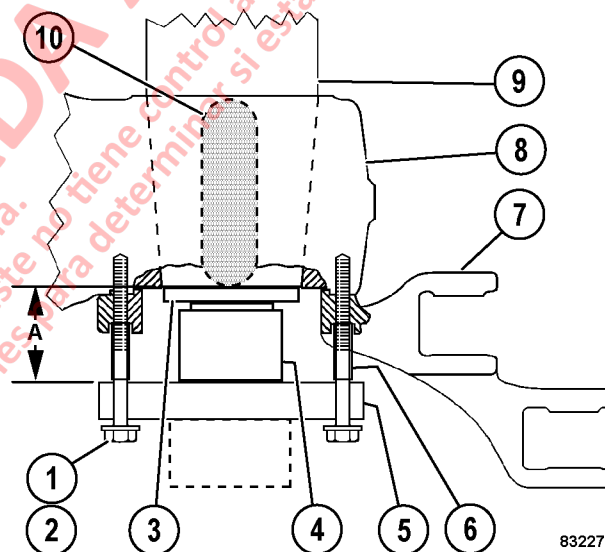

FIGURA 3-5. HERRAMIENTA DE EMPUJE CON CILINDRO
NOTA: Las herramientas de empuje antiguas (5, Figura 3-5) pueden estar fabricadas con un tubo redondo (mostrado con una línea punteada) soldado en un lado. La herramienta se puede instalar invertida y se utiliza con un cilindro hidráulico, como se muestra.
Consulte la sección M8, Herramientas especiales, para ver la información sobre las dimensiones para fabricar el husillo de empuje y los espaciadores (6, Figura 3-5). También serán necesarios tornillos y arandelas especiales.
16. Ubique los 16 pernos (1, Figura 3-5) y las arandelas (2) como se especifica a continuación:
18. Instale una herramienta de empuje (5) como se muestra en Figura 3-5 usando solo tres pernos (1), tres arandelas (2) y tres espaciadores (6). Los tres pernos deben estar separados uniformemente. Apriete los tres pernos a **68 N·m (50 lb-ft)**.
21. Empiece aplicando presión al cilindro hidráulico para separar las piezas. Si se alcanza la fuerza máxima especificada del cilindro hidráulico y no se han separado las piezas ahusadas, aplique calor lenta y uniformemente al husillo como se muestra (10, Figura 3-5). El calor se debe aplicar en dos lugares separados por 180 grados. Permita que el calor penetre el husillo. Vuelva a aplicar calor si es necesario. **No exceda los 454 °C (850 °F) en ningún lugar del husillo.**